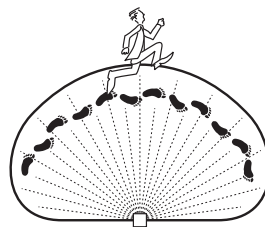

Figure 8
2. Déplacez-vous dans la zone de couverture, en remarquant l'endroit où vous trouvez lorsque la lumière s'allume. Le voyant DEL situé derrière la lentille du détecteur de mouvement deviendra également bleu lorsqu'un mouvement est détecté (voir la Figure 8).